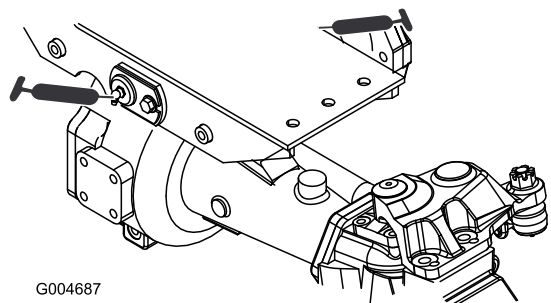

Figura 42
- Casquillos de los pivotes de los ejes delantero y trasero (2) (Figura 42).